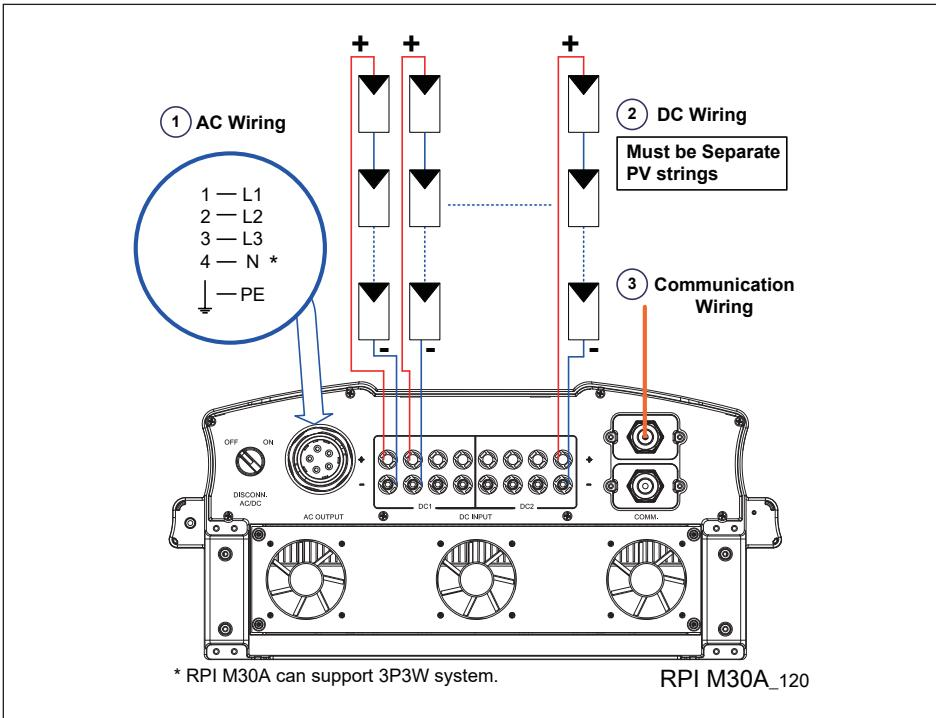
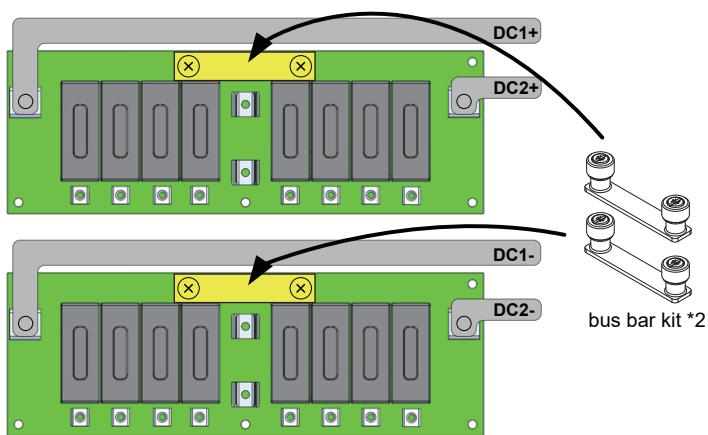

图4-1 : DC端不接地配线图
图4-2 : 强制逆变器操作于并联模式
- 太阳能板可以直接与各个DC输入端独立连接。但并不建议用户使用配电箱将太阳能板并联后再分接入机子，此接线方式若阻抗不均容易造成电流超出保险丝负荷。接线方式请参考图 4-1。
- 若您想强制逆变器操作于并联输入模式(仅启动一组MPPT)，请于逆变器内加装2组短路导电片，如图4-2。外部DC端则维持如图4-1之接线方式。